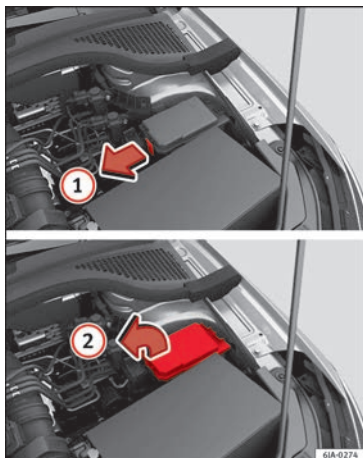
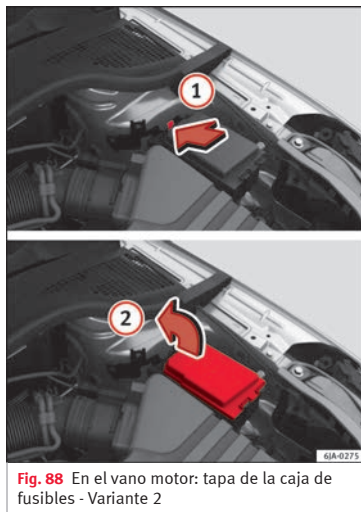

Fig. 87 En el vano motor: tapa de la caja de fusibles - Variante 1
Fig. 88 En el vano motor: tapa de la caja de fusibles - Variante 2
- Presione la pestaña de bloqueo de la tapa en el sentido de la flecha **1** » **fig. 87** o » **fig. 88.**